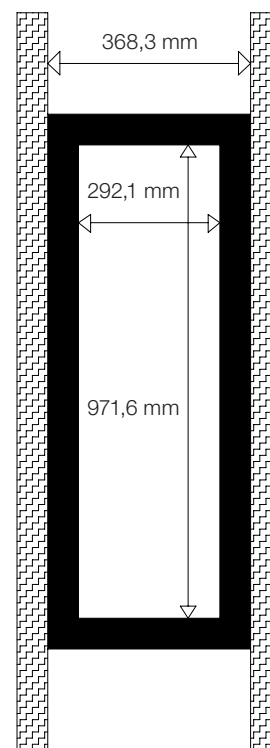

Abbildung 14
2. Verwenden Sie 5x15-cm-Holzbretter, um einen Rahmen mit einem Innenmaß von 971,6 mm x 292,1 mm (38,25" x 11,5") zu bauen (Abbildung 14). Befestigen Sie diesen an den vorhandenen Stützen mit Nägeln oder Holzschrauben.